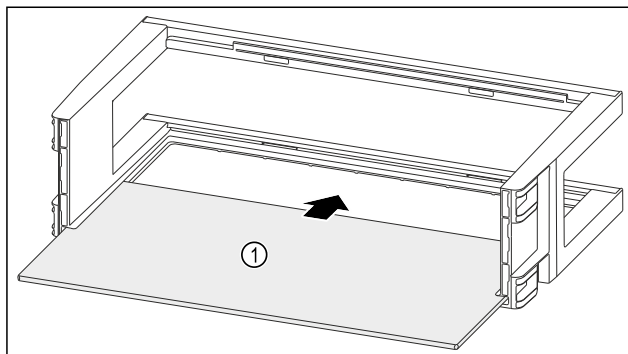

Fig. 116
- Вкарайте рафта Fig. 116 (1) в страничните прорези.